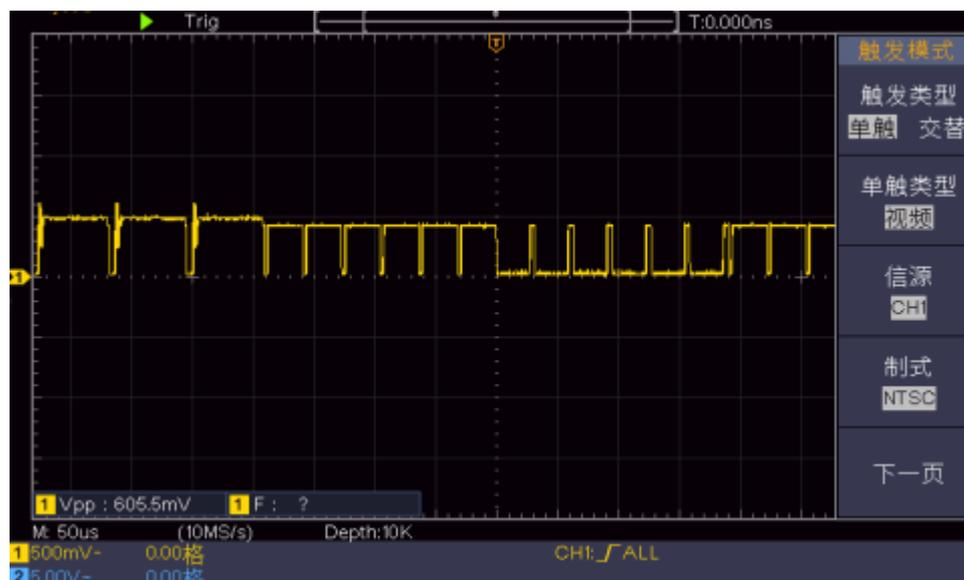

图 6-7：视频场触发波形
- (1) 按 **触发菜单** 按键，右侧显示触发菜单。
- (2) 在右侧菜单中，选择 **触发类型** 为 **单触**。
- (3) 在右侧菜单中，选择 **单触类型** 为 **视频**。
- (4) 在右侧菜单中，选择 **信源** 为 **CH1**。
- (5) 在右侧菜单中，选择 **制式** 为 **NTSC**。
- (6) 按 **下一页**，在右侧菜单中选择 **同步** 为 **场**。
- (7) 调整 **垂直档位**、**垂直位移** 和 **水平档位** 旋钮以得到合适的波形显示。
- 见图 6-7：